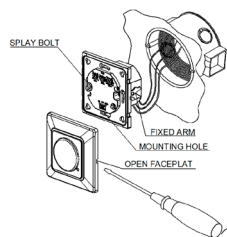

Abb. 2
- Den Sensor in der Unterputzdose (s. Abb. 2, 3) montieren.